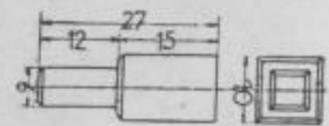

Abb. 1.
1. **Lehrjahr:** Einen Amboß aus Stahl anfertigen nach Abbildung 1. Wenn diese Arbeit auch in der Hauptsache eine Feilarbeit sein soll, so kann der Amboß doch gehärtet, die Oberfläche poliert sein.